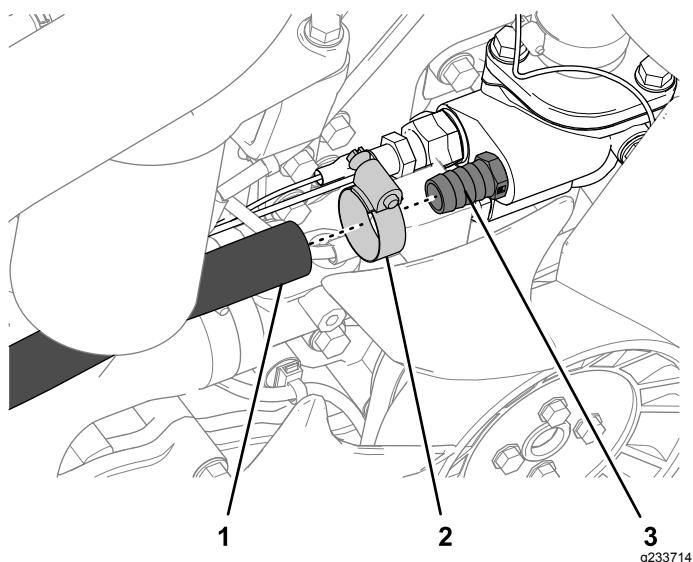

Figura 27
2. Coloque la abrazadera sobre el extremo de la manguera (Figura 27).
3. Inserte el acoplamiento recto en la manguera y sujetelo con la abrazadera ($\frac{1}{2}$ " a $1\frac{1}{4}"), según se muestra en Figura 27.$